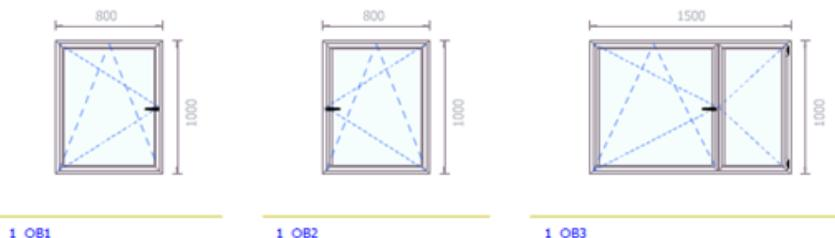

Figura 5.21 - 1 hoja mano izquierda (OB1). 1 hoja mano derecha (OB2). Oscilo Batiente mano izquierda con hoja pasiva de menor tamaño (OB3).
Abertura especial de la familia Rebatibles, que permite doble apertura (*Ventana Rebatible/Banderola*). Posee un mecanismo especial encolizado sobre la cámara europea que permite accionarla de tres formas de acuerdo a la posición de la manija: (1) rebatible, (2) banderola y (3) cerrada *Figura 5.21*.